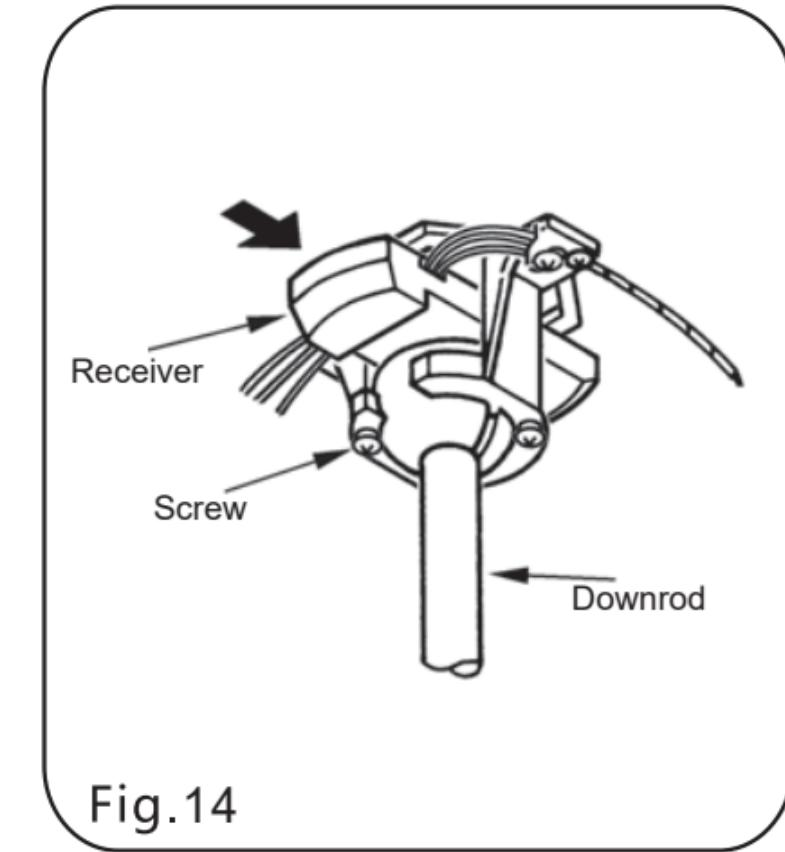

Fig.14
**Paso 1.** Instale el receptor en la abrazadera de montaje, el lado plano debe quedar hacia arriba.(Fig.14)